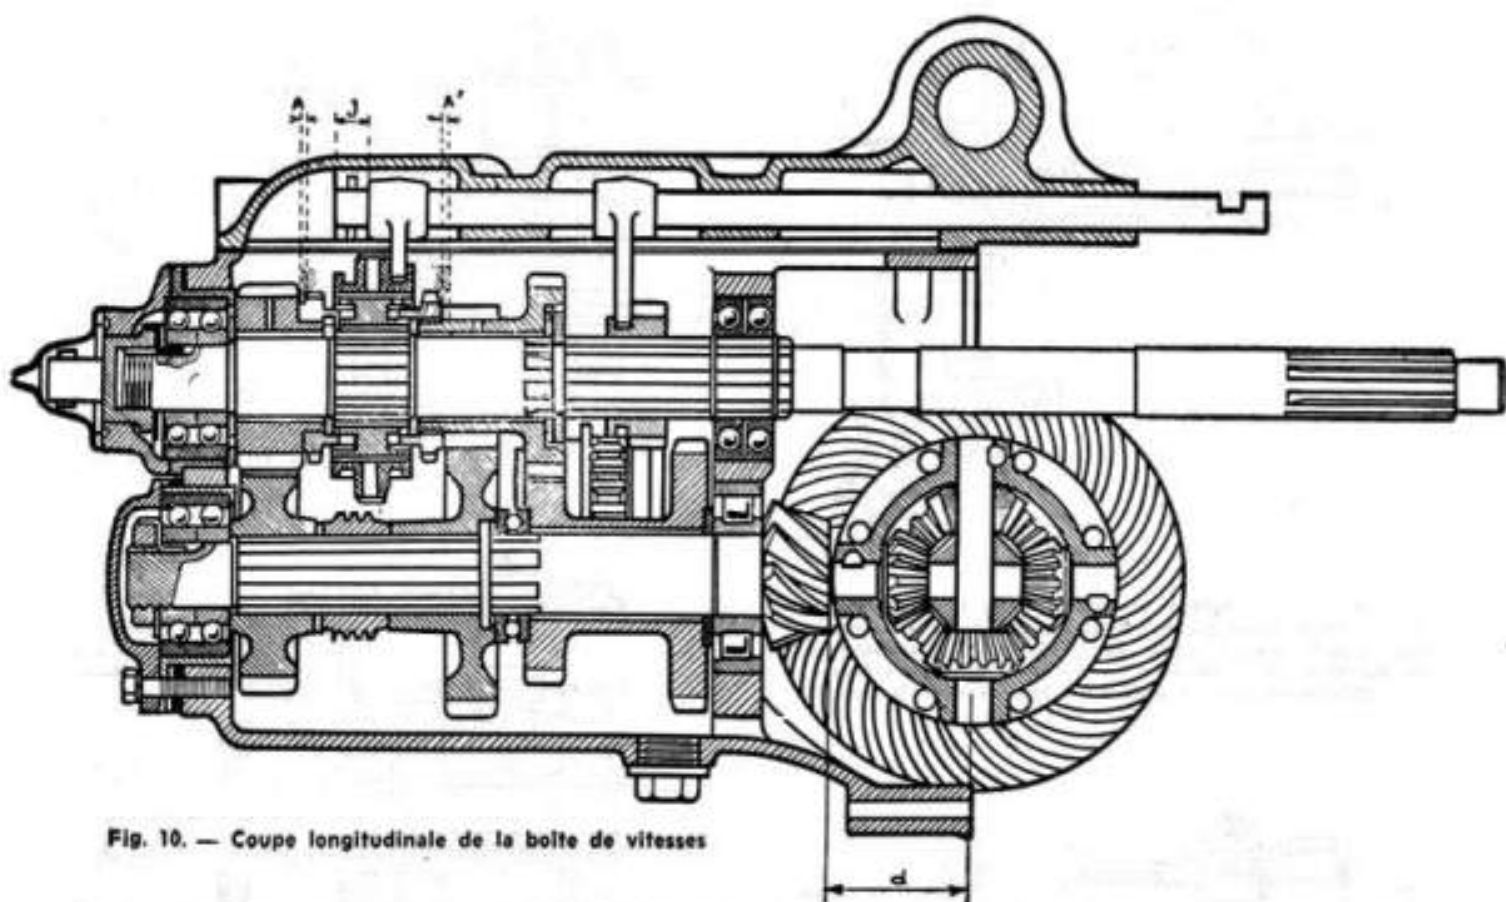

Fig. 10. — Coupe longitudinale de la boîte de vitesses
- Amener la fourchette de commande de troisième jusqu'au verrouillage par la bille (position de troisième). A cette position, le jeu « j » (voir fig. 10) existant entre le moyeu de la fourchette et la butée sur le couvercle ne doit pas excéder 0,4 à 0,6 mm. Sinon intercaler sur l'axe des rondelles d'épaisseur.